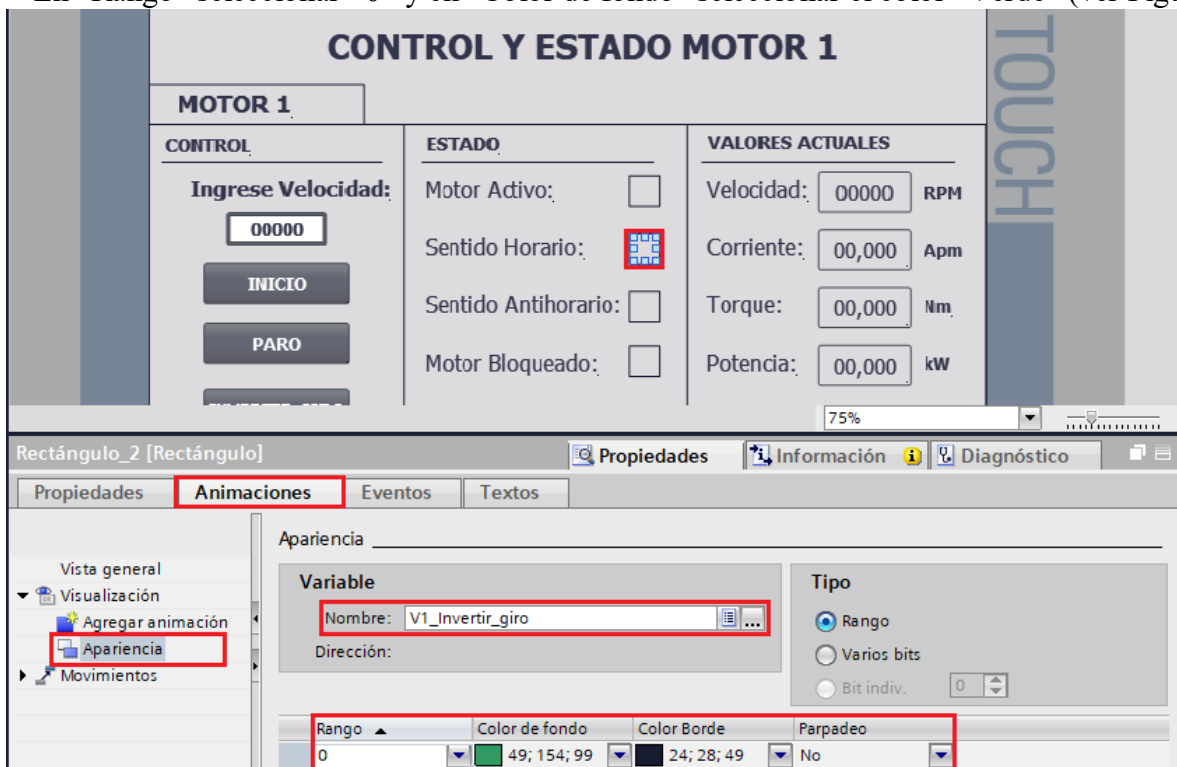

Figura 53. Configuración estado Sentido Horario.
- En “Rango” seleccionar “0” y en “Color de fondo” seleccionar el color “Verde” (ver Figura 53).